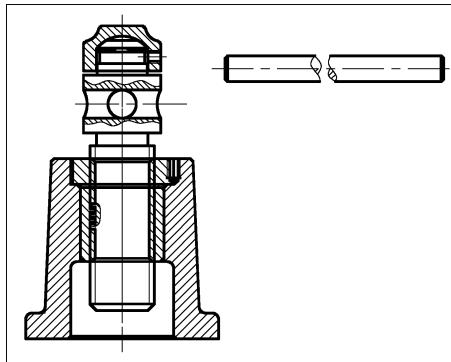

图 11-56 复制绞杆示例
2) 在“QD10 装配图”绘图区，单击“剪贴板”面板→“粘贴”按钮 \blacksquare ，在指定位置单击鼠标，粘贴图形，如图 11-56 所示。